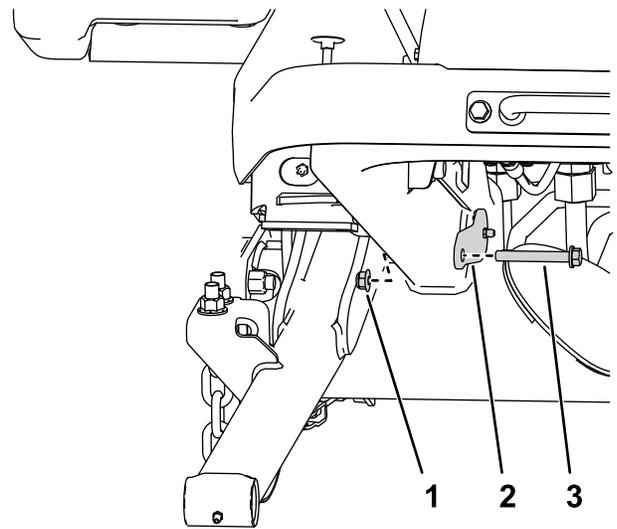

図 7
4. 大きいピンをフレームに取り付けるボルト $\frac{3}{8}$ " x $2\frac{3}{4}$ "2本とナット $\frac{3}{8}$ "2個を使用する **図 7**。